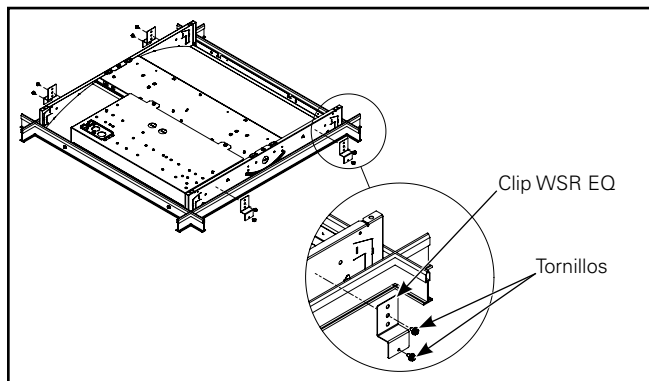
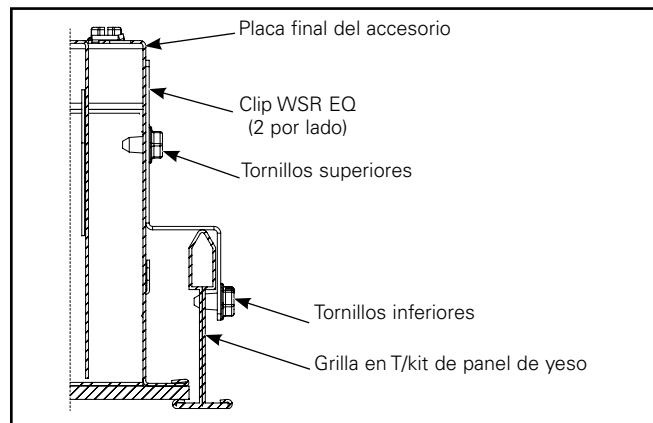
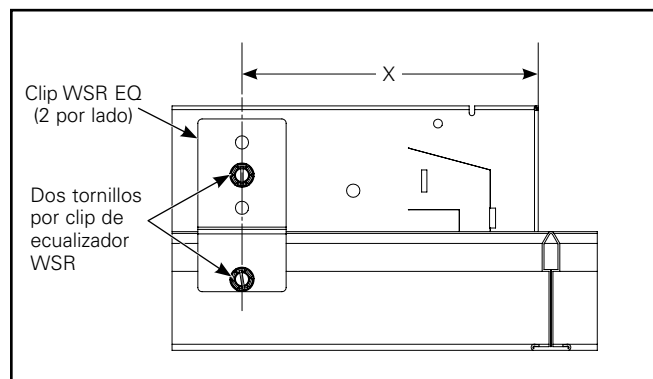

Figura 3.
Figura 4.
Figura 5.
4. Se deben instalar dos clips WSR EQ en cada uno de los extremos altos del accesorio como se muestra (Figura 3). Asegúrese de que el borde del clip esté correctamente orientado con los tres orificios consecutivos en la parte superior (Figuras 4 y 5). Luego, coloque el tornillo superior (Figura 4) por el orificio apropiado en el clip WSR EQ y dentro de la pared del accesorio, pero NO perforo la cavidad del accesorio. Luego, coloque el tornillo de la base (Figura 4) en el orificio único en la base del clip WSR EQ y en la grilla en T. Luego, atornille por el orificio circular apropiado "del clip WSR EQ" para fijar el accesorio, y la grilla en T no tiene orificios preperforados para el clip WSR EQ y deben asegurarse aproximadamente una "X" cantidad de pulgadas de los bordes (Tabla en la figura 5). Debe poder ver el extremo del tornillo desde la parte superior del accesorio. Complete estos pasos en los 4 clips WSR EQ para asegurar la carcasa a la grilla en T con los tornillos suministrados.
4. Se deben instalar dos clips WSR EQ en cada uno de los extremos altos del accesorio como se muestra (Figura 3). Asegúrese de que el borde del clip esté correctamente orientado con los tres orificios consecutivos en la parte superior (Figuras 4 y 5). Luego, coloque el tornillo superior (Figura 4) por el orificio apropiado en el clip WSR EQ y dentro de la pared del accesorio, pero NO perforo la cavidad del accesorio. Luego, coloque el tornillo de la base (Figura 4) en el orificio único en la base del clip WSR